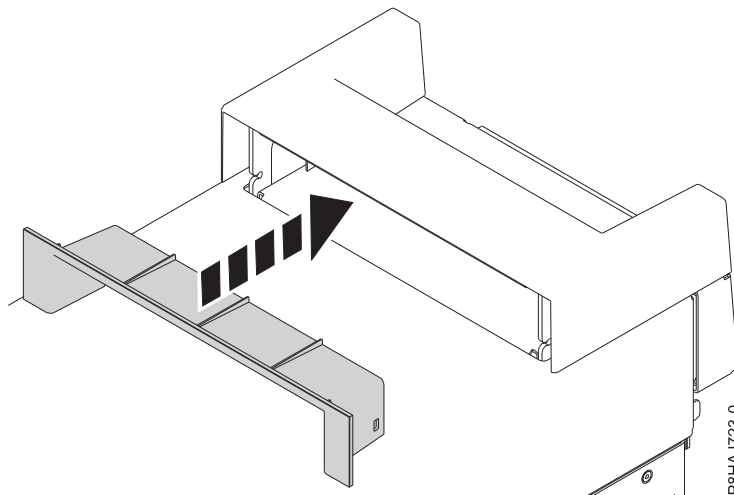

Abbildung 107. Element innerhalb der Griffabdeckung bei einem eigenständigen System vom Typ 8286-41A einsetzen
2. Setzen Sie das Element innerhalb der Griffabdeckung ein, indem Sie es fest in die Griffabdeckung drücken (siehe Abb. 107).